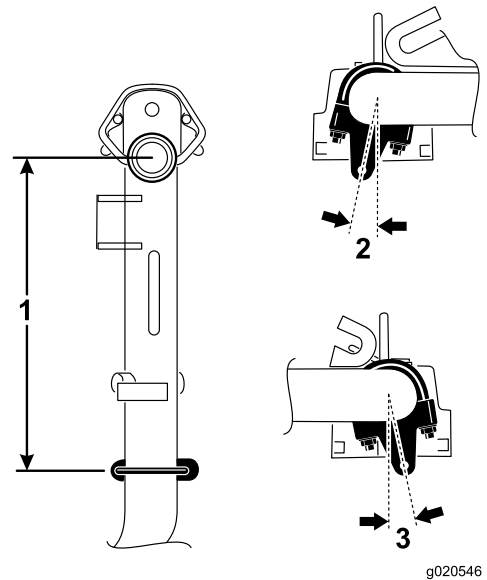

Figura 5
1. Sui bracci di sollevamento n° 1, 4 e 5, posizionate le staffe della catena e i bulloni a U a una distanza di 38.1 cm dietro la linea centrale dello snodo di articolazione (Figura 5).
2. Sui bracci di sollevamento n° 1 e n° 5 le staffe dovranno essere ruotate verso destra di 10 gradi dalla posizione verticale (Figura 5).
3. Sul braccio di sollevamento n° 4 la staffa dovrà essere ruotata verso sinistra di 10 gradi dalla posizione verticale (Figura 5).